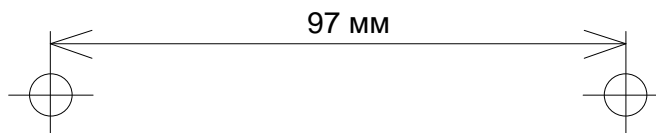

Рисунок 2.8
- 3) Снять крышку корпуса извещателя, извлечь печатную плату, отжав защёлку (поз.10 рис.1.11) в основании корпуса, произвести разметку отверстий для крепления основания на установочной поверхности и просверлить отверстия необходимых диаметров (см. рис.2.8);